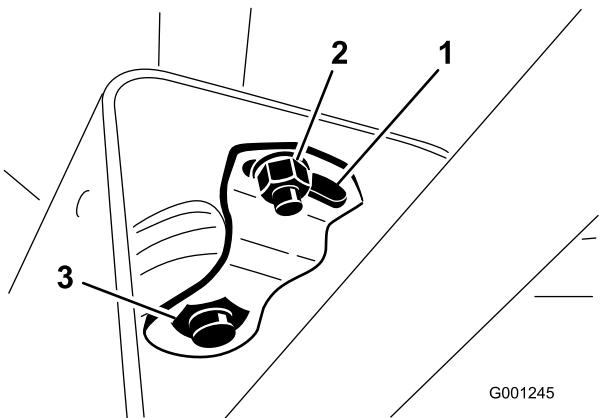

図 69
2. カバーを上にスライドさせてピボット・ブラケットを露出させる(図 69)。
3. 小さいナットをゆるめ、大きいナットが締まるまでピボット・ブラケットを回す(図 69)。